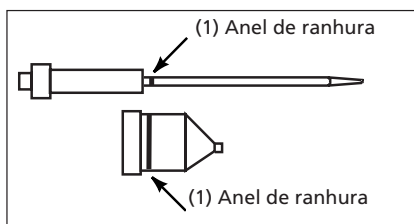

Figura 2 - Kit de agulha e bocal para material fino
2. A agulha e o bocal de material fino possuem um único anel de rosca mostrado na Figura 2 abaixo.
6. Instale a montagem de agulha/bocal apropriada selecionada para o material a ser pulverizado (Figura 2, 3 e 4).